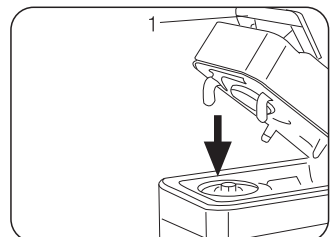
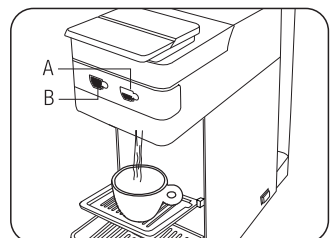

Fig. 9
Fig. 10
- Richiudere completamente la leva (1) (Fig. 9) e premere uno dei tasti erogazione corta (A), lunga (B) in base ai propri gusti (Fig. 10)
Erogazione lunga: Premere e tenere premuto il tasto (B). La macchina inizierà ad erogare acqua. Una volta raggiunto il livello d'acqua desiderato rilasciare il tasto (B). La macchina smetterà quindi di erogare acqua e rimarrà memorizzata la quantità per le ulteriori erogazioni. (Fig. 10)
La macchina inizierà ad erogare acqua. Una volta raggiunto il livello d'acqua desiderato rilasciare il tasto (A). La macchina smetterà quindi di erogare acqua e rimarrà memorizzata la quantità per le ulteriori erogazioni. (Fig. 10)